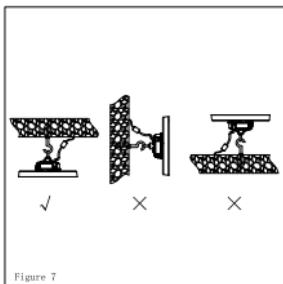

Figure 7
7. Prestare attenzione a non installare il prodotto nella direzione sbagliata. (fig.7)